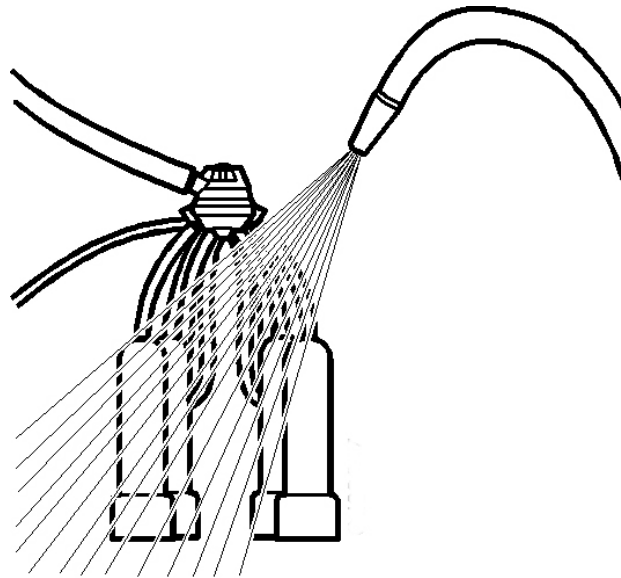

Рисунок 17 – Миття зовнішніх поверхонь підвісної частини
6.4.2.1 Помити зовнішні поверхні підвісної частини доїльного апарата (рис. 17).